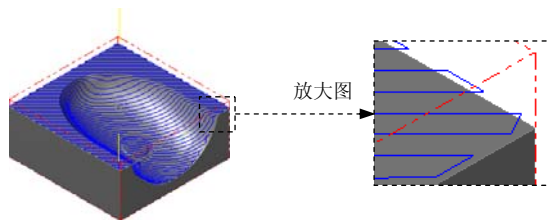

图 13.11 刀具路径
(2) 设置精加工平行铣削参数。在“曲面精加工平行铣削”对话框中单击精加工平行铣削参数选项卡。然后在大切削间距 (M) 文本框中输入值 2.0; 在切削方式下拉列表中选择双向选项; 在加工角度文本框中输入值 45。
Step7. 单击“曲面精加工平行铣削”对话框中的  按钮, 同时在图形区生成图 13.11 所示的刀具路径。